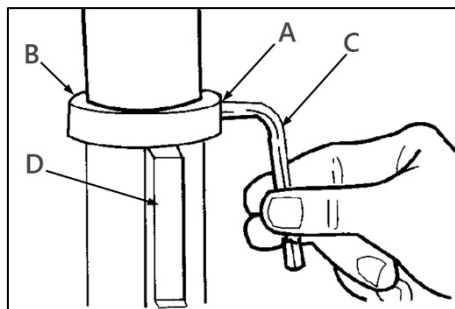
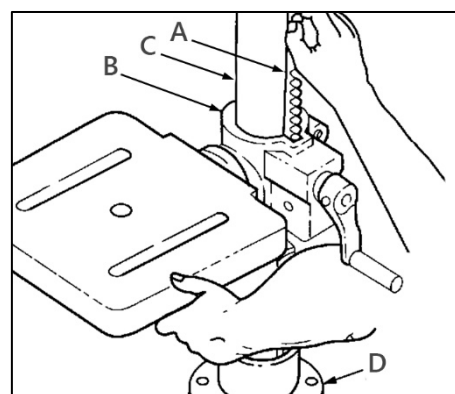

Рисунок 3.
Рисунок 5.
Ослабьте установочный винт (А) (рис. 3) на зажимном кольце (В) при помощи шестигранного ключа 3 мм (С), снимите кольцо и зубчатую рейку (D) с колонны.
Установите зубчатую рейку (D) так, чтобы ее длинный гладкий конец смотрел вверх (рис. 3), в таком положении вставьте ее в паз кронштейна (В) стола (рис. 5). Соедините зубчатую рейку (А) с шестерней, расположенной внутри паза, в зацеп. Удерживая зубчатую рейку (А) и кронштейн (В) стола вместе, опускайте их вниз по колонне (С), пока они не упрутся во фланец (D) колонны.
Установите зажимное кольцо (В) (рис. 3), затяните установочный винт (А) при помощи шестигранного ключа 3 мм (С), чтобы зубчатая рейка (D) могла перемещаться при повороте стола влево или вправо вокруг колонны, кольцо должно сидеть на зубчатой рейке свободно, перпендикулярно колонне. Затяните установочный винт так, чтобы только удерживать кольцо на месте, иначе деталь может сломаться из-за высокого давления.